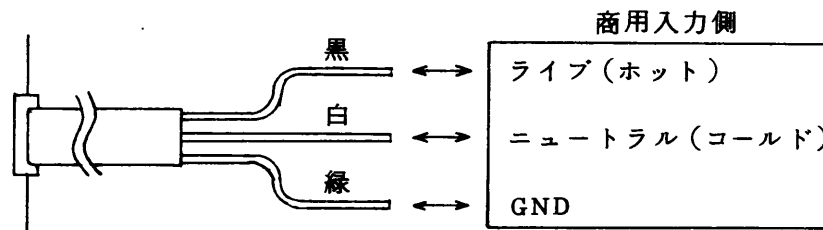

図2-1-1
- 本機はトランスレス方式を採用しておりますので、入力配線にはご注意下さい。本機の入力コードは図2-1-1のようになっておりますので、図に従い配線を行なって下さい。感電防止の為必ず極性を確認してからご使用下さい。